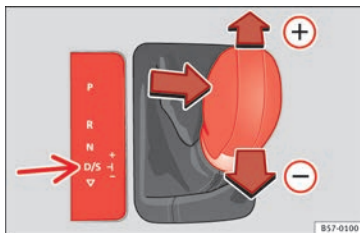

Bild 192 Mittkonsolen: växla med Tiptronic
– För väljarspaken framåt mot **+** för att välja en högre växel » **bild 192**.